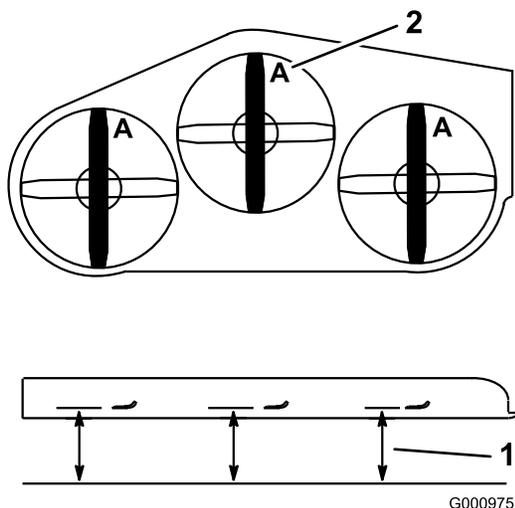

図 79
3. ブレードが前後方向を指すように回転させる。Aの位置で(図 79)、平らな床面からブレードの刃先までの高さを測る。測定値を記録する。